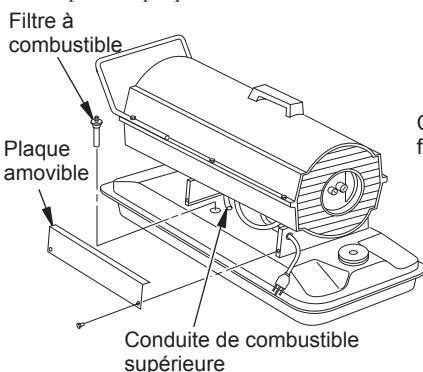

**Figure 14 - Réglage de la pression de la pompe (Modèles 40/55T/70T seulement)**
- Réglez la pression. Pour augmenter la pression, tournez le clapet de décharge vers la droite. Pour la diminuer tournez-le vers la gauche. Consultez les données qui se trouvent à droite pour la pression requise par chaque modèle (voir Figure 14).